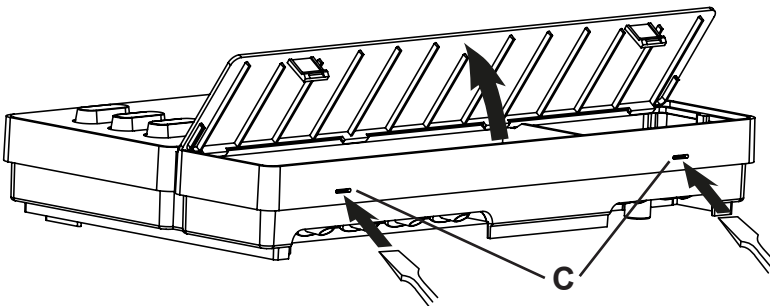

Bild2 Ta av locket
2. Tryck in klämlåsen **C** med en skruvmejsel och ta av locket (se Abb.2).